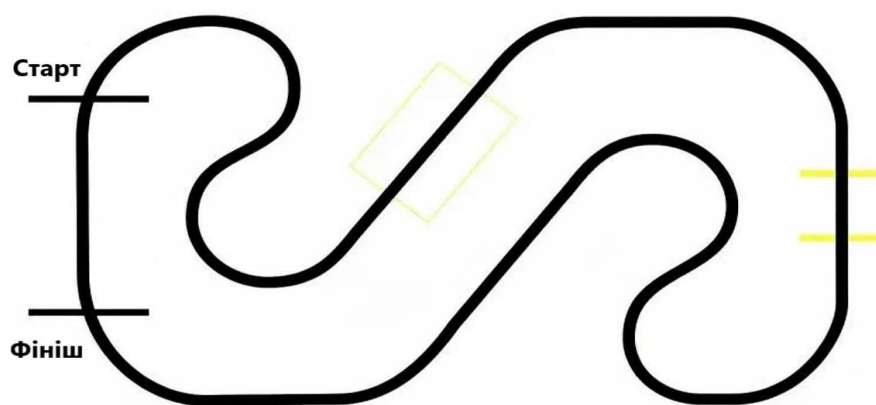

Рис. 1
1. Розмір поля з відповідною розміткою дистанції відповідно до, якої робот повинен рухатись – 240 см x 380 см. (Рис. 1).